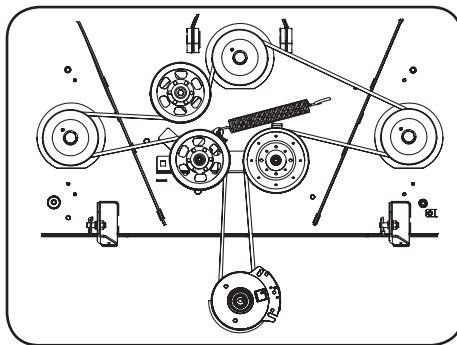

Figure 4-19
- Placez la courroie neuve autour des poulies de fusée et installez les couvercles de courroie. Voir Figure 4-19.
- Installez la courroie comme indiqué à la Figure 4-19, puis réinstallez le plateau de coupe. Consultez la sous-section *Installation du plateau de coupe*.